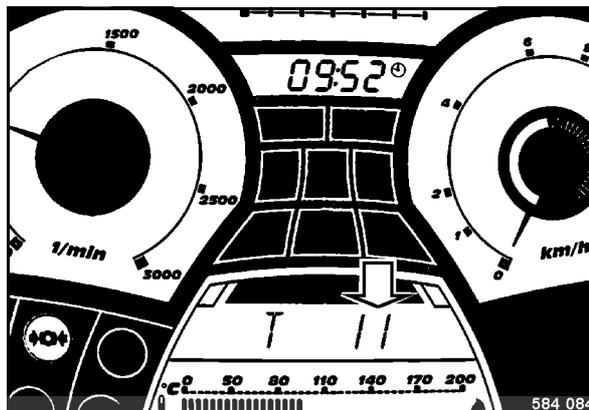

fig. 74
- Avec la touche F3, sélectionner le champ suivant "Jour" (fig. 74) et régler le jour au moyen des touches F2 ou F4 (fig. 71).